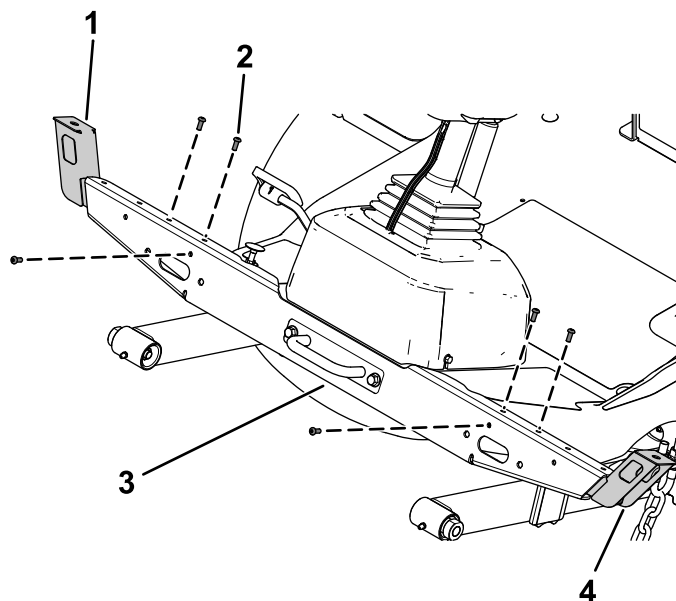

Figura 19
3. Fixai suportul luminii din stânga și suportul luminii din dreapta pe suportul transversal de lumină folosind 3 uruburi cu cap semirotund ($\frac{1}{4} \times \frac{5}{8}$ ") prin piulițele de viteză de pe fiecare parte (Figura 19).